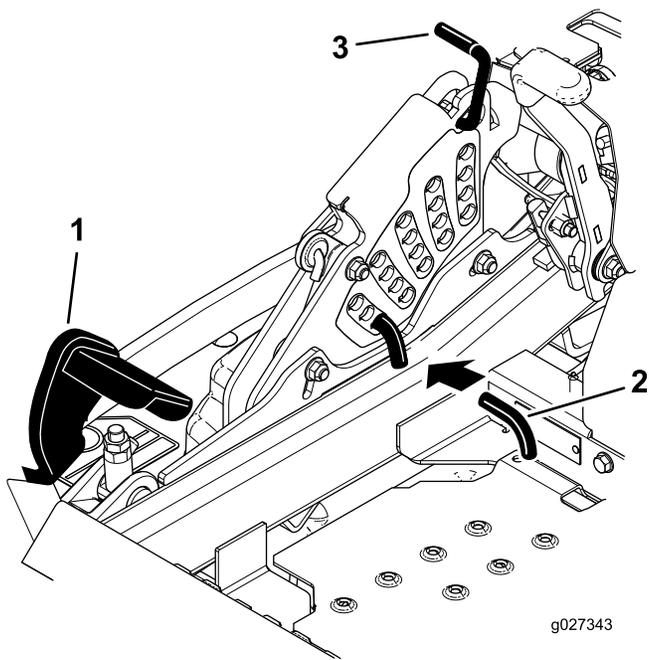

Figura 87
5. Empuje el pedal de elevación de la carcasa hacia delante del todo; la carcasa se enganchará en la posición de transporte de 14 cm (5½") (Figura 87).